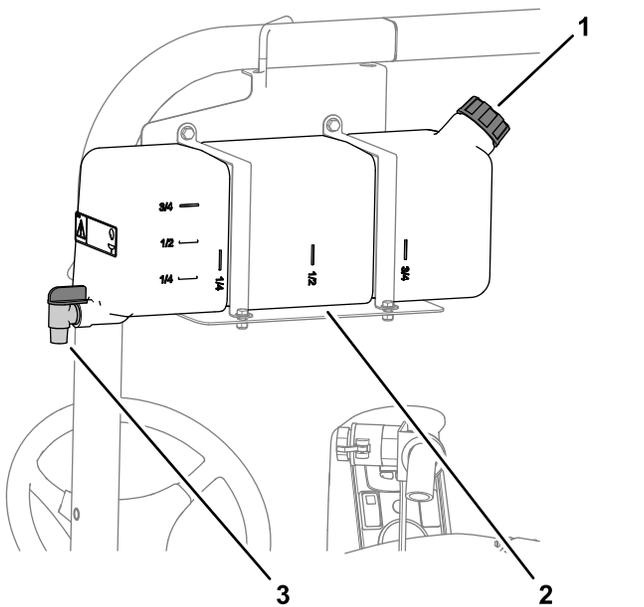

图19
- 若要为水箱加水请旋开水箱顶部的盖子然后向水箱中注入清水然后再盖上盖子图19。
- 若要打开清水箱龙头请转动龙头上的阀柄图19。